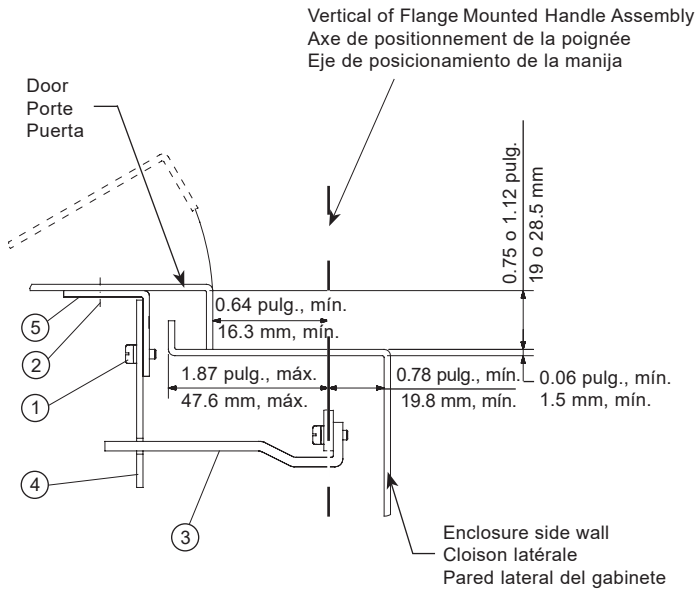

**Figura 3**
- Taladre la puerta (consulte la Figura 3).